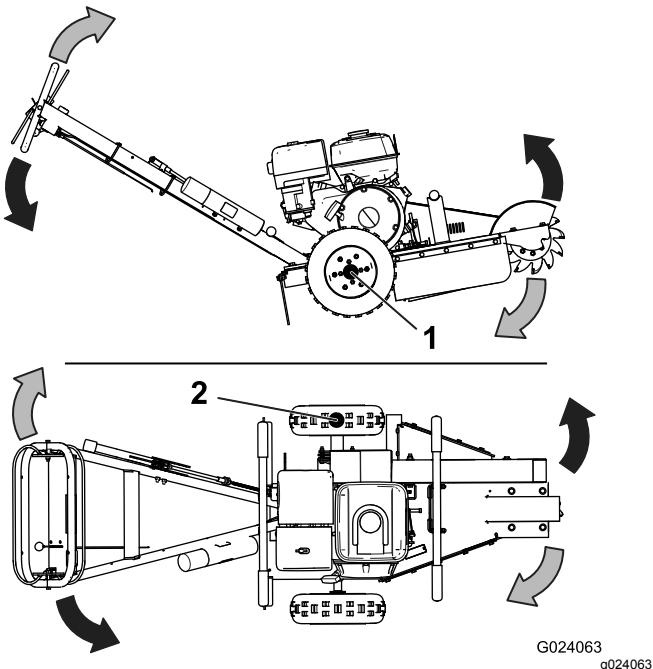

Figura 10
2. Empuje el manillar hacia abajo lo suficiente para levantar la rueda de corte del suelo (Figura 10).
5. Mueva la rueda de corte hacia un lado (Figura 10), luego bájela aproximadamente 1–2.5 cm (½"–1") sobre la esquina superior delantera del tocón.